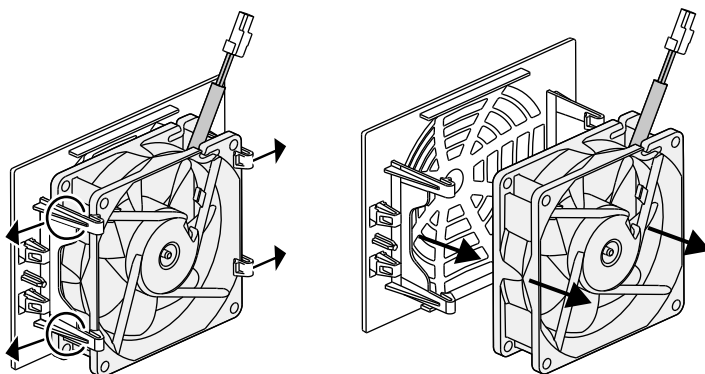

Fig. 55: Desmontaje de la rejilla del ventilador
5. El ventilador puede retirarse adicionalmente de la rejilla del ventilador. Para ello, presionar ligeramente hacia fuera las pestañas de fijación y sacar el ventilador. **Fig. 55**